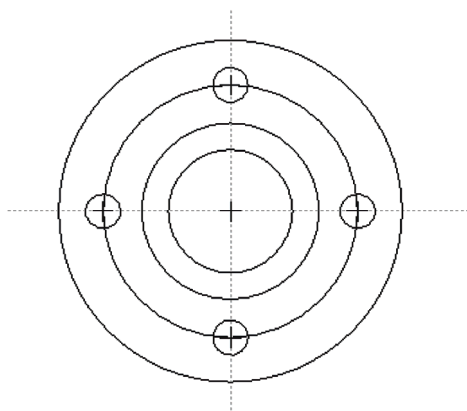

图 4-60 正交约束图元
STEP 04 单击鼠标中键，即可正交约束图元，效果如图 4-60 所示。